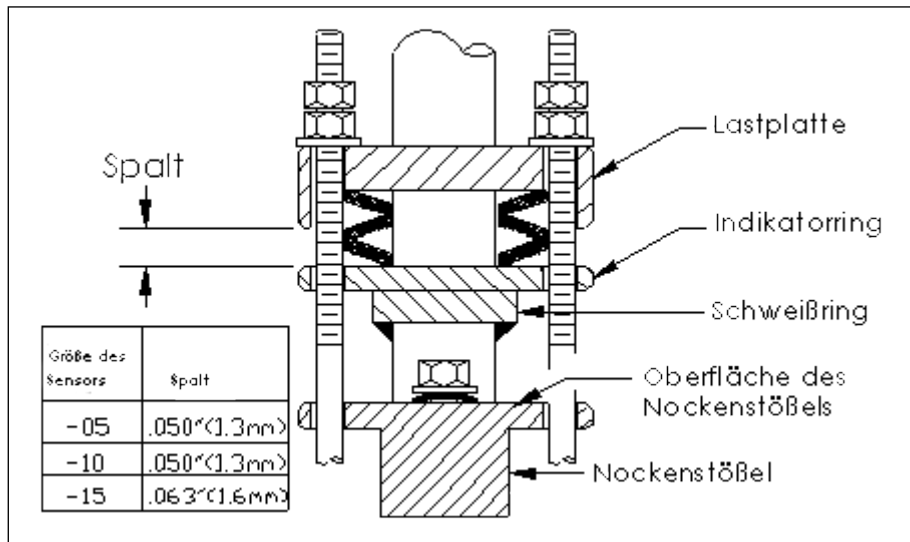

Abbildung 6. Richtige Vorspannung der Feder
- Setzen Sie die drei Federscheiben und die drei Spannmuttern auf die Bolzen, und schrauben Sie sie fest. Ziehen Sie die Spannmuttern fest, bis die Spannplatte 1,3 mm vom Indikatorring der –05- und –10-Sensoren entfernt ist. Bei den –15-Sensoren sollte die Spannplatte 1,6 mm vom Indikatorring entfernt sein (Abbildung 6). Bei den –05-Sensoren kann dies erreicht werden, indem alle Spannmuttern festgezogen werden, bis die Spannplatte gerade den Indikatorring berührt, und anschließend alle Spannmuttern wieder um eine volle Umdrehung gelöst werden. Bei den –10 und –15-Sensoren wird dies erreicht, indem alle Spannmuttern festgezogen werden, bis die Spannplatte gerade den Indikatorring berührt, und anschließend alle Spannmuttern wieder um eine 3/4-Umdrehung gelöst werden. Die Spannfedern sind nun ordnungsgemäß eingestellt.
- Hinweis: Die Schweißstelle auf dem Schweißring (Abbildung 6) sollte nicht mit der Oberfläche des Fixierelements in Kontakt kommen. Sollte die Schweißstelle auf dem Schweißring mit der Oberfläche des Fixierelements in Kontakt kommen, sitzt der Sensor nicht richtig im Rohr auf. In diesem Fall wenden Sie sich an den Hersteller, bevor Sie fortfahren.